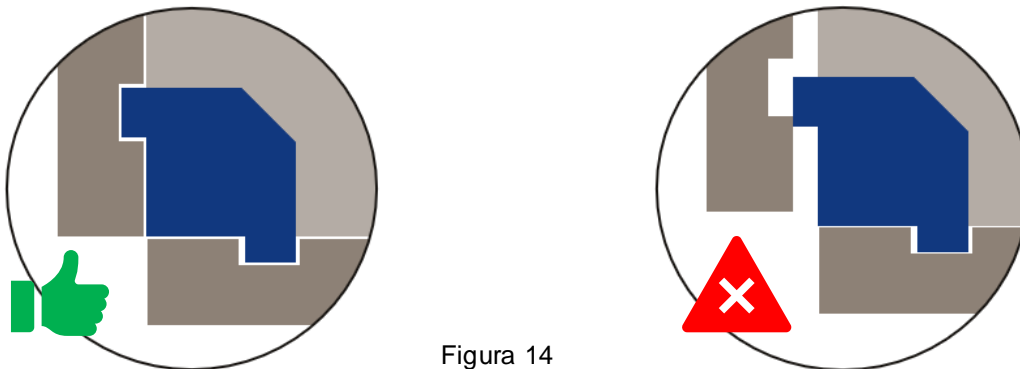

Figura 14
- Se visibile verificare che l'interblocco dei pannelli sulle traversie sia OK prima di continuare (figura 14)
- Se visibile verificare che l'interblocco dei pannelli sulle traversia sia OK prima di continuare (figura 14)